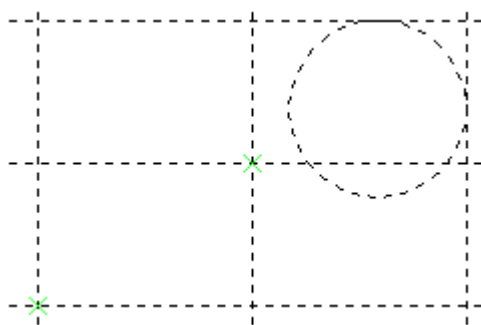

Рис. 1.15
6. Создать коническое отверстие - на главном виде это окружности диаметром 70 и 50 мм. Построение начинается с создания центра указанных окружностей. Для этого необходимо использовать команду «Построения|Прямая» и пиктограмму в автоменю  и далее, аналогично пункту 4, создать вертикальную и горизонтальную прямые (рис. 1.15). Для вертикальной прямой задать переменную «h1»=75, для горизонтальной - «L1»=50. Для создания узла в точке пересечения новых линий подведем курсор к их пересечению и нажмем <Пробел>. В результате на экране получим изображение, показанное на рис. 1.15.